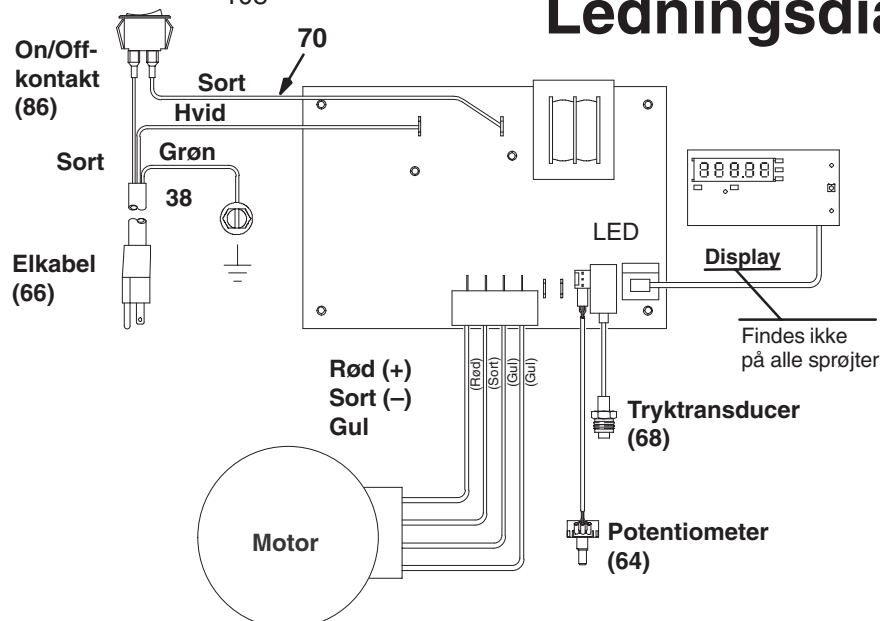
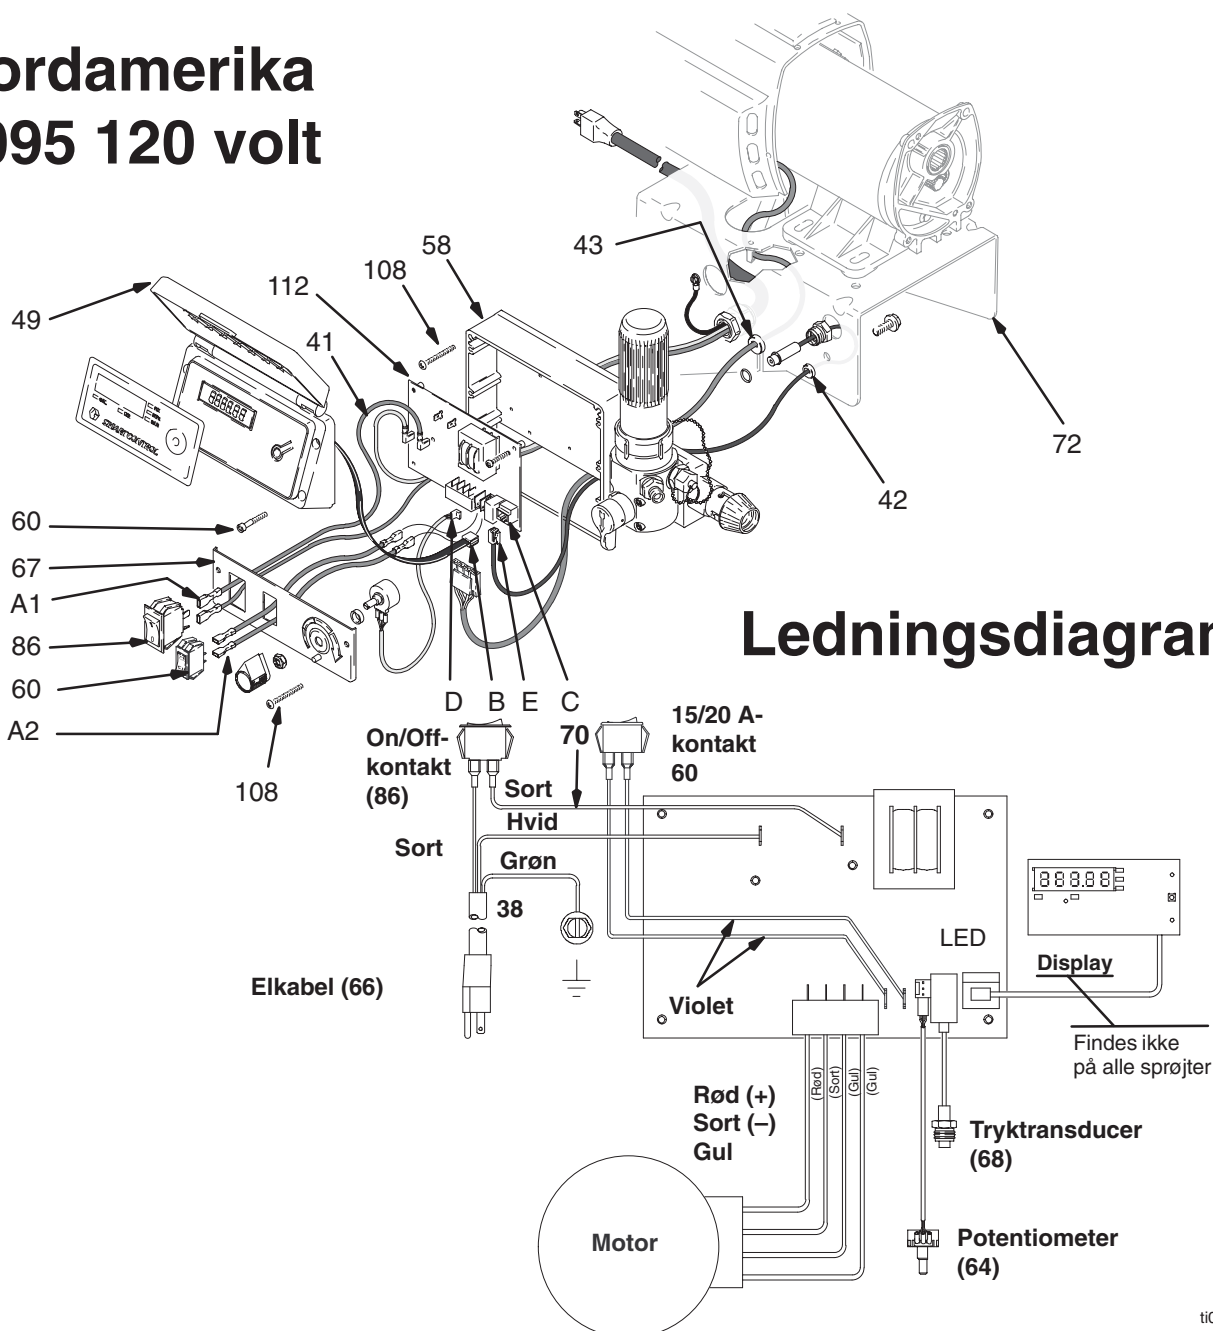

Fig. 10
Fig. 11
2. Fig. 10. Afmonter de fire skruer (60) og trykreguleringsdækslet (49). Afmonter displaystikket (B) (Findes ikke på alle sprøjter).
3. Afmonter de to skruer (108) og betjeningspanelet (67).
4. Afmonter de to ledninger (A) på ON/OFF-kontakten (86).
5. Klem de to indvendige tapper på ON/OFF-kontakten (86) sammen, og fjern kontakten fra betjeningspanelet (67).
- Fig. 11. Afmontér de fire skruer (60) og trykreguleringsdækslet (49). Afmonter displaystikket (B).
- Afmontér de to skruer (108) og betjeningspanelet (67).
- Afmontér de to ledninger (A1) på ON/OFF-kontakten (86).
- Klem de to indvendige tapper på ON/OFF-kontakten (86) sammen, og fjern kontakten fra betjeningspanelet (67).
- Afmontér de to ledninger (A2) på 15/20 A-kontakten (86).
- Klem de to indvendige tapper på 15/20 A-kontakten (67) sammen, og fjern kontakten fra betjeningspanelet.
Se Fig. 10, 11 eller 12 afhængig af sprøjten og spændingen.
- Fig. 10. Montér motorprintkortet (112) med seks skruer (41).
- Slut følgende til motorprintkortet (112):
- Ledning (E) til transducer.
- Ledning (D) til potentiometer.
- Saml og fastgør alle løse kabler, så ingen er i kontakt med induktorspolen på filterprintkortet (ikke 120 volt-sprøjter). Se **ADVARSEL for ledningsdiagram**, Fig. 11.
- Montér betjeningspanelet (67) med de to skruer (108).
- Monter displaystikket (B). Sæt trykstyringsdækslet (49) på med de fire skruer (60).
- Fig. 10. Fjern de fire skruer (60) og dækslet (49). Afmonter displaykablet (B).